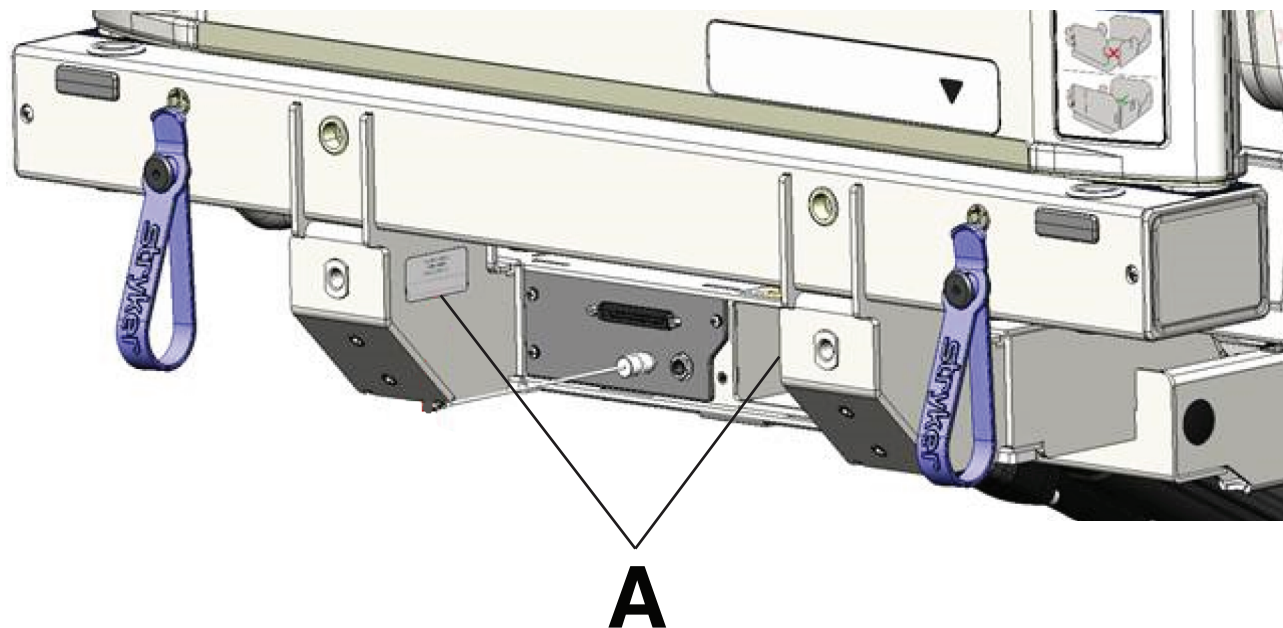

Figure 3 – Emplacement du numéro de série - vue de l'opérateur
Le numéro de série (A) se trouve au-dessous de la tête de lit, du côté tête du lit (Figure 3).